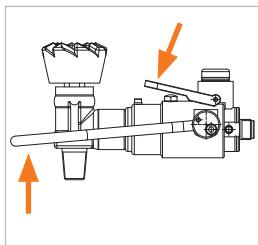

Abbildung 10
► Halten Sie die Arretierung (Pos. 8) nach unten gedrückt und klappen Sie anschließend die Betätigungsplatte (Pos. 1) nach oben (Abbildung 10). Dadurch wird die Verbindung zum Flaschenventil gelöst und der Adapter kann gerade nach hinten abgenommen werden.